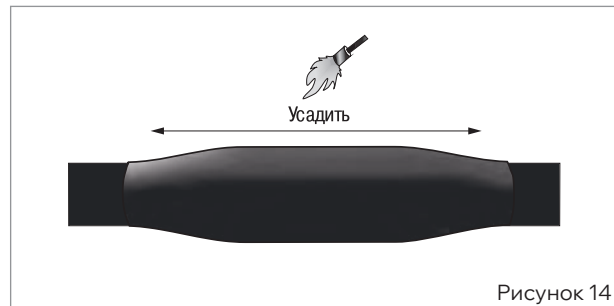

Рисунок 14
■ Надвинуть трубку восстановления оболочки, расположив ее симметрично относительно центра муфты, и усадить, начиная с середины, равномерно разогревая ее в одну и другую сторону. После усадки по торцам трубки должен быть виден выступивший расплавленный клей (рис. 14).